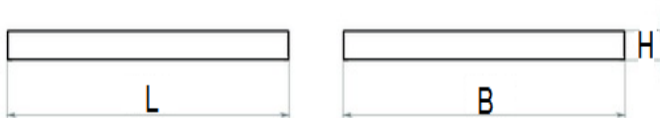

Рис. 1. Общий вид светильника Olimp LED
- 4.1 Общий вид светильника приведен на рис. 1.